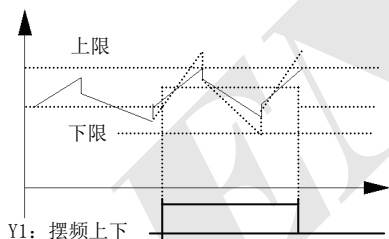

图 7-22 摆频幅度限制
**28: 摆频上下限限制。**选择摆频功能后若以中心频率计算所得摆频的频率波动范围超过上限频率 F01.11 或低于下限频率 F01.12 时，将输出指示信号，如图 7-22 所示。